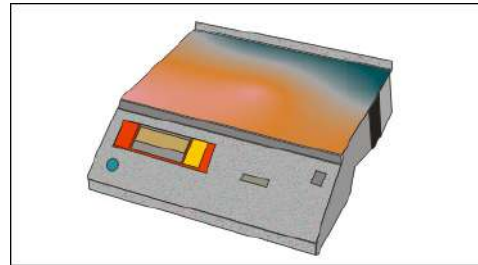

Imagen 509\_01
3. Se debe medir bien lo que se agregará, para esto debe utilizar un balanza electrónica. (Imagen 509\_01)